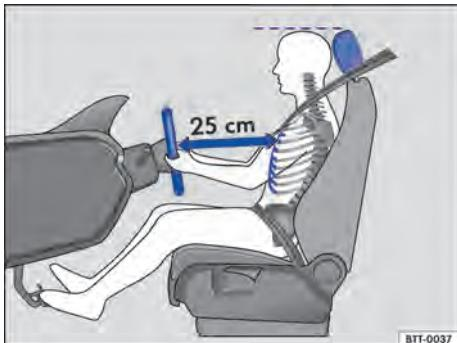
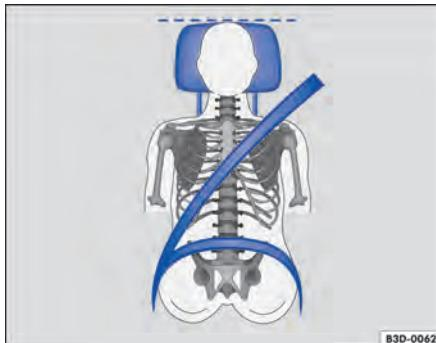

Fig. 41 A distância correta entre o condutor e o volante deve ser de, no mínimo, 25 cm.
Fig. 42 Posição correta do cadarço do cinto de segurança e ajuste correto do apoio para cabeça.
- Ajustar o apoio para cabeça de modo que a sua borda superior se encontre preferencialmente na mesma linha da parte superior da cabeça – porém não abaixo da altura dos olhos. Posicionar a nuca tão próxima quanto possível do apoio para cabeça ⇒ Fig. 41 e ⇒ Fig. 42.
- Ajustar o volante de modo que a distância entre ele e o tórax tenha no mínimo 25 cm ⇒ Fig. 41 e que o condutor possa segurar o volante pela borda externa com as duas mãos e os braços ligeiramente dobrados.